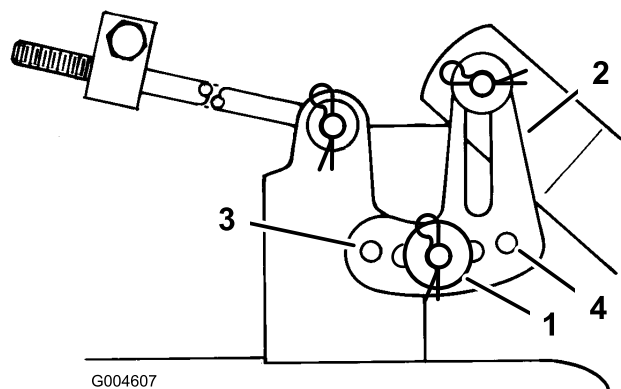

Figura 45
11. Retire el pasador y la arandela del soporte de nivelación (Figura 45).
12. Coloque el soporte de nivelación en un taladro diferente y coloque la arandela y el pasador (Figura 45).